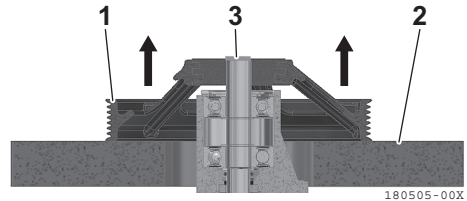

Abbildung 17
1. Setzen Sie die Riemenscheibe (**Abbildung 17, (1)**) auf eine Auflage (**Abbildung 17, (2)**), die den gesamten Umfang der Riemenscheibe abstützt.
2. Entfernen Sie die Riemenscheibe, indem Sie auf das Wellenende (**Abbildung 17, (3)**) drücken.